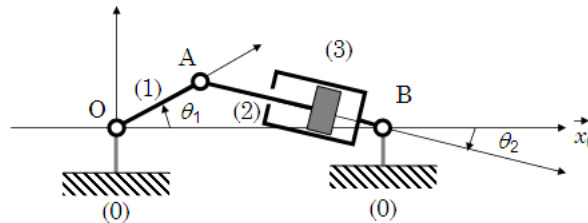

FIG. 5: Schéma de compresseur à piston oscillant.
Le système à piston oscillant représenté figure 5 permet de réduire le problème dû à l'angle résiduel entre la bielle et le piston (2). La rotation de l'ensemble oscillant {piston-cylindre} est paramétrée par l'angle θ_2 de la figure. L'articulation entre le cylindre (3) et le bâti (0) se fait au point B. La translation relative entre (2) et (3) est paramétrée par la distance AB notée x_{32} . La longueur $OA = e$ et la distance $OB = h$ sont constantes. On pose $q = \frac{e}{h}$.